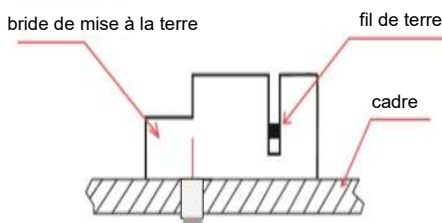

figure 2
- Comme le montre la **figure 2**, la bride de mise à la terre se compose d'un coulisseau, d'une base et d'une vis captive autotaraudeuse ou d'une vis 8-32 et d'un écrou hexagonal. La bride de mise à la terre accepte les fils de cuivre solides non isolés de calibre 10 ou 12 AWG.